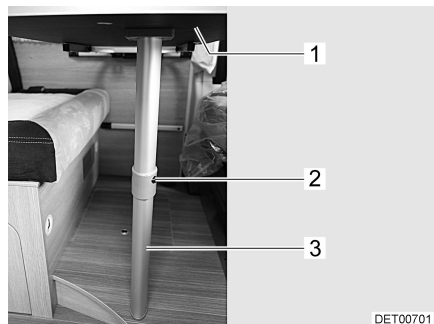

Fig. 29 Sommier de lit
- Soulever légèrement le plateau de table (Fig. 29,1) à l'avant.
- Appuyer sur le bouton de déverrouillage (Fig. 29,2) et rabattre la partie inférieure du pied de table à joint (Fig. 29,3) de 90°.